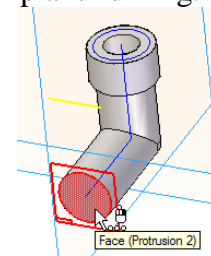

Fig. 8.21 Planul de lucru pentru al doilea alezaj
- Continuăm cu al doilea alezaj. Selectam planul din fig. 8.21